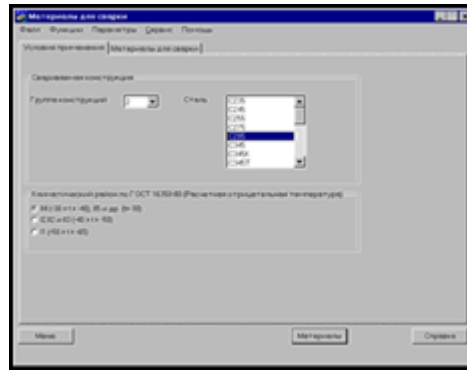

Рис. 3-1
3.1. Страница Условия применения (Рис. 3-1)